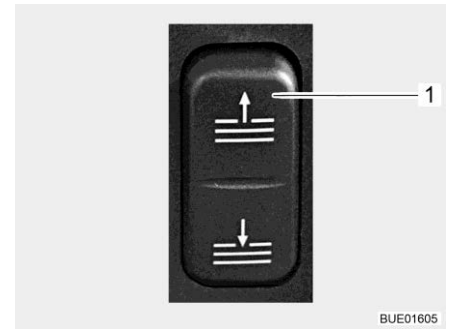

Bild 105 Schalter für Frontscheibenverdunklung
- Den Schalter (Bild 105,1) unten drücken und so lange gedrückt halten, bis die Frontscheibenverdunklung die gewünschte Position erreicht hat.
- Den Schalter (Bild 105,1) oben drücken und so lange gedrückt halten, bis die Frontscheibenverdunklung ganz nach oben gefahren ist.